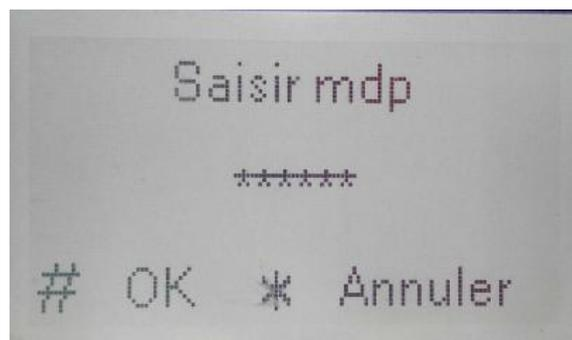

Figure 4-4
- d) Saisissez le mot de passe pour émettre la carte. Le mot de passe par défaut est « **002236** ». Voir Figure 4-4.